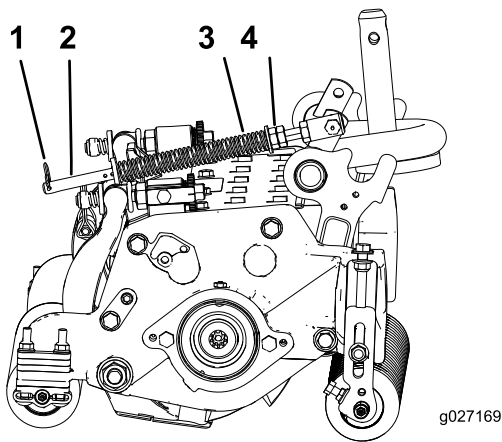

Figura 14
1. Asegúrese de que el pasador de horquilla está instalado en el taladro del extremo de la varilla del muelle (Figura 14).
- Apriete las tuercas hexagonales del extremo delantero de la varilla del muelle hasta que la longitud comprimida del muelle sea de 15,9 cm (Figura 14).